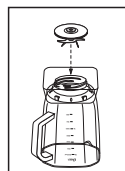

Fig. 16
3. Voltee la cuchilla con el anillo sellador hacia abajo y coloque en la parte inferior del vaso (Fig. 16).